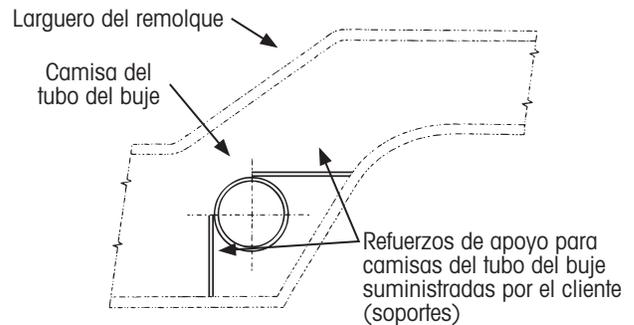

Figura 27: Instalación de refuerzos de apoyo para camisas del tubo del buje
2. **Instale** los refuerzos de apoyo adicional (soportes) a las camisas del tubo del buje, Figura 27. Estos refuerzos son suministrados por el cliente y deben resistir todas las cargas hacia adelante, hacia atrás, vertical de la camisa del tubo del buje.